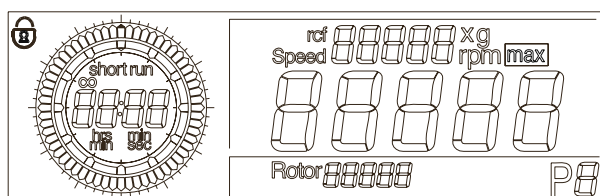

Fig. 5.17: Symbole du cadenas
- Tournez le bouton rotatif gauche jusqu'à ce qu'un cadenas soit affiché à gauche en haut (Fig. 5.17).
Après activation de cette fonction, le cadenas clignote (Fig. 5.17). Vous pouvez encore démarrer et arrêter la centrifugeuse mais non modifier les réglages.